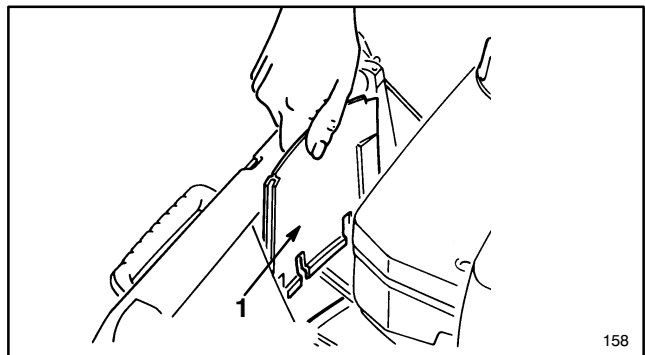

Abbildung 33
3. Die senkrechte Abschirmplatte vor dem Getriebe gerade nach oben herausziehen (Abb. 33).